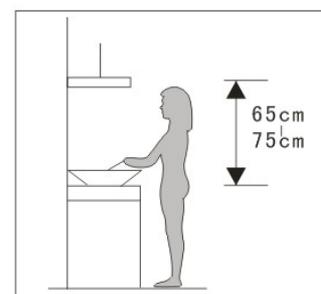

Рис. 1
- Разместите кухонную вытяжку на расстоянии 65-75 см (26-30 дюймов) от плиты для достижения наилучшей работы. См. рис. 1.